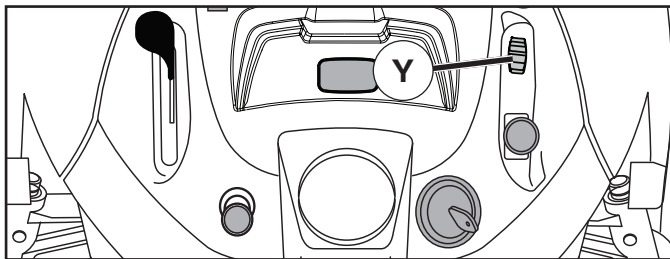

Fig. 8
## CÓMO USAR EL CONTROL DEL CIERRE DIFERENCIAL (Y) (Ver la Fig. 8)